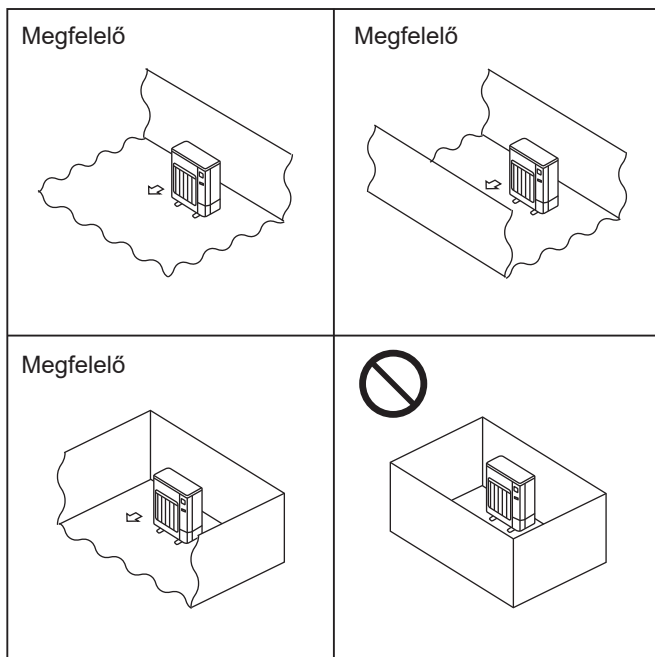

Fig. 2-1
- A kültéri egységeket olyan helyre kell felszerelni, ahol legalább a négy oldal egyike nyitott, és kellően nagy, bemélyedések nélküli tér áll rendelkezésre. (Fig. 2-1)